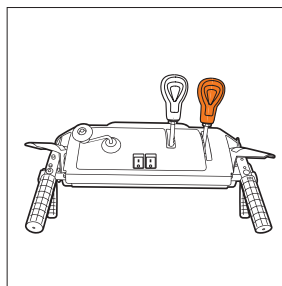

Рис. 6
- Установите рычаг скорости на панели управления в нижнее положение (Рис. 6).